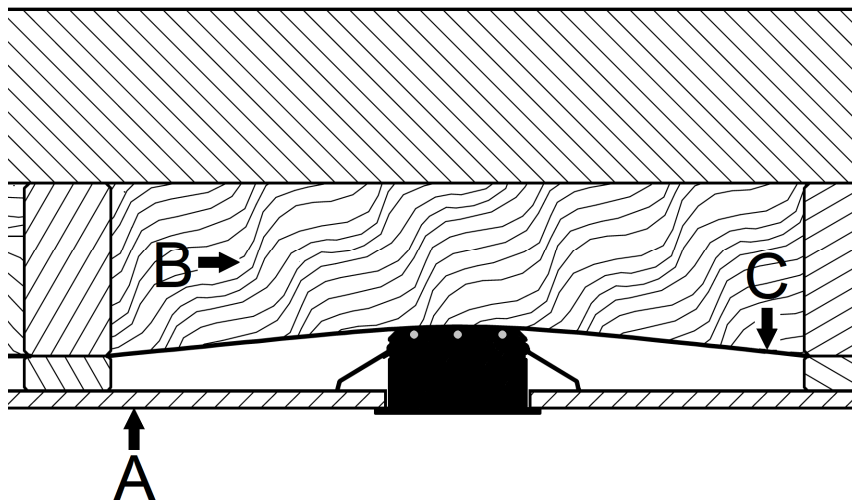

Abb.: 1
- Die LED-Leuchte ist zur Montage auf normal entflammbaren Oberflächen geeignet, z.B. auf Holz und Werkstoffen auf Holzbasis mit mehr als 2 mm Dicke (siehe Abbildung 1: Punkt A).
abgedeckt werden (siehe Abbildung 1: Punkt B). Die Einbaubedingungen des jeweiligen Herstellers sind zu beachten.
- Bei Einsatz einer sogenannten Dampfbremse bzw. Dampfsperre (siehe Abbildung 1: Punkt C) sind die Einbaubedingungen und Temperaturbeständigkeit des jeweiligen Herstellers zu beachten. Erforderlich ist eine dauerhafte Temperaturbeständigkeit $\geq 80^{\circ}\text{C}$